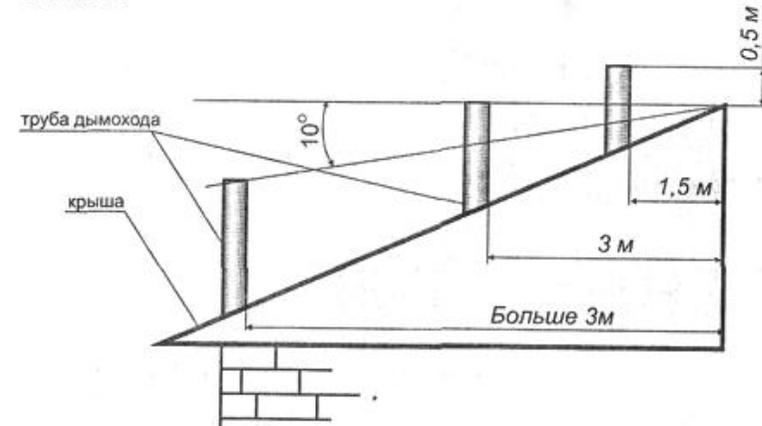

Рис. 5. Схема размещения дымовых труб
- 6.12. Дымоход (рис.5) должен быть выведен выше зоны ветрового подпора. Высота дымохода над крышей дома устанавливается в зависимости от расстояния его от конька по горизонтали и должна быть: